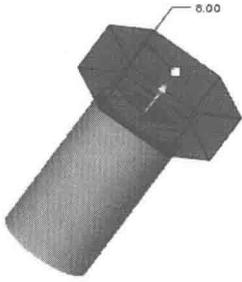

图 1-22
- (6) 单击草绘命令工具栏中的  按钮，完成拉伸截面的绘制。
- (7) 单击鼠标中键，返回拉伸特征面板。
- (8) 输入拉伸长度“8”，拉伸方向垂直端面向外，如图 1-22 所示。